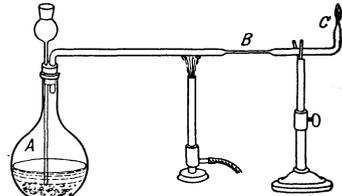

Abb. 14. Marshscher Apparat zum Nachweis von Arsen.
Der Marshsche Apparat (Abb. 14) besteht aus einem Kolben (A), in dem mittels Zink und Schwefelsäure Wasserstoff entwickelt wird. Durch ein Trichterrohr wird die zu untersuchende Flüssigkeit eingegossen, ist Arsen vorhanden, so verbindet sich ein Teil des entstehenden Wasserstoffes mit dem Arsen zu Arsenwasserstoff. Das Gemisch von Wasserstoff und Arsenwasserstoff gelangt in ein schwer schmelzbares Glasrohr, das an einigen Stellen ausgezogen ist und verläßt den Apparat durch die aufwärtsgebogene Spitze (C), hier zündet man es an — nachdem alle Luft durch den Wasserstoff aus dem Apparat verdrängt ist. — Darauf erhitzt man das Rohr vor den ausgezogenen Stellen (B) durch eine Bunsenflamme, wodurch der Arsenwasserstoff zerlegt wird und das Arsen sich als glänzender Metallspiegel an den verengten Stellen absetzt. Wird das Rohr nicht erhitzt, so gelangt der Arsenwasserstoff in die Flamme und verbrennt dort, hält man in die Flamme eine Porzellanschale, so setzt sich das Arsen darauf ab; dieser Arsenfleck löst sich leicht in unterchlorigsaurem Natrium ($NaOCl$), während das dem Arsen sehr ähnliche Antimon dies nicht tut.]